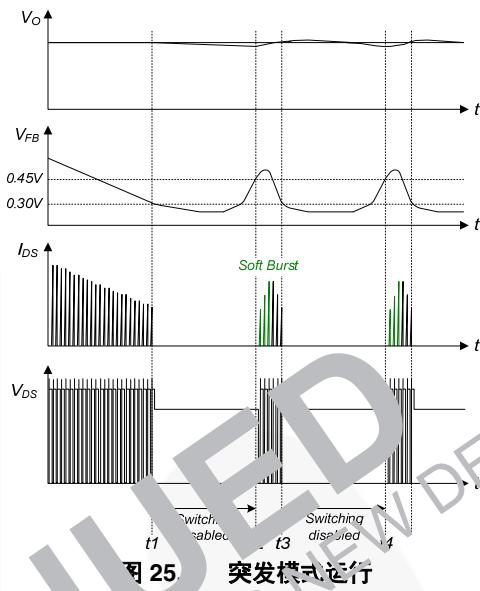

图 25. 突发模式运行
5. 软突发模式: 为最大限度地降低待机模式下的功耗, FSL117MRIN 会进入突发运行模式。随着负载减小, 反馈电压也随之减小。当反馈电压降至低于 V_{BURL} (300mV) 时, 器件自动进入突发模式, 如图 25 所示。此时, 开关停止, 输出电压开始降低, 降低的速率取决于待机电流负载。这会导致反馈电压上升。一旦此值超过 V_{BURH} (450mV), 开关将恢复。反馈电压随之降低, 此过程重复。突发运行模式会交替使能和禁用 SenseFET 的开关操作, 并降低待机模式下的开关损耗。